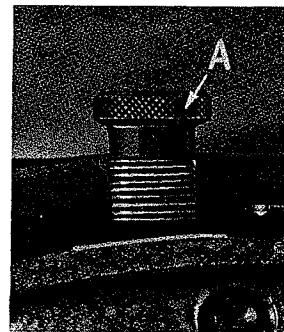

Fig. 10
El resorte del prensatelas deberá ejercer solo suficiente presión para que el material se alimente uniformemente. Para aumentar la presión en el prensatelas, dese vuelta al regulador de resorte del prensatelas (A, Fig. 10) hacia la derecha. Volteando el regulador hacia la izquierda, se reduce la presión.
Para obtener este ajuste, quítese la presión del soporte del prensatelas (F) y aflojese el tornillo de sujeción (C). Golpéese el prensatelas para cerciorarse que está bien adentro de la plancha de la aguja. Ajustese la guía $4-3/4"$ (6,99 cm) de dimensión, céntrese el pie girándolo de manera que la aguja entre en medio de su ranura y apriétese de nuevo el tornillo (C) en la guía. Ahora presione el prensatelas girando el regulador (A, Fig. 10) hacia la derecha.